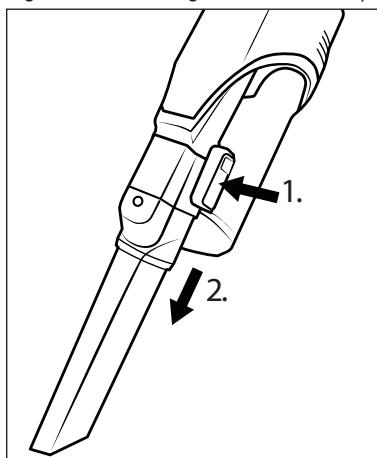

Fig. 15
- ◆ For at fjerne tilbehøret skal du trykke på oplåsningsknappen på tilbehøret og tage tilbehøret af sugerøret **24** eller af produktets sugeåbning (se fig. 15).